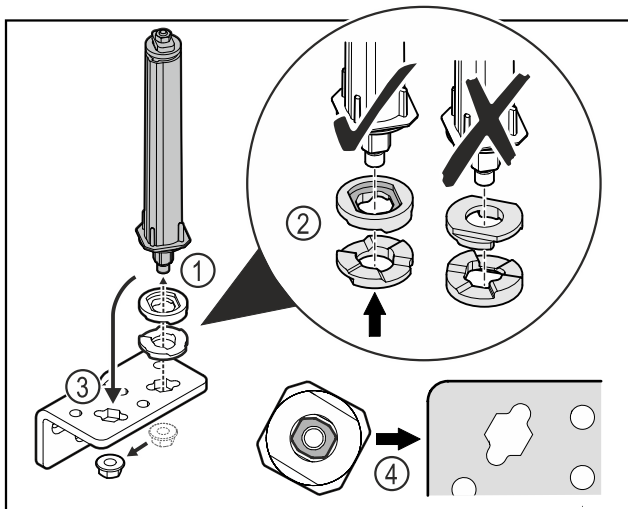

Fig. 35
- ▶ Mutter lösen und Türschließsystem entfernen Fig. 35 (1).
- ▶ Auf die korrekte Ausrichtung der Höhenverstelleisen achten Fig. 35 (2).
- ▶ Türschließsystem im Scharnierwinkel umsetzen und mit der Mutter fixieren Fig. 35 (3).
- ▶ Beim Einsetzen auf die korrekte Ausrichtung des Türschließsystems achten Fig. 35 (4).